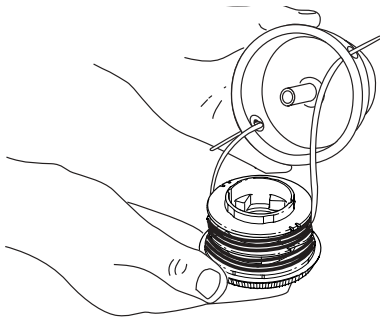

Figure 22
3. Inserte los extremos de la línea de corte del nuevo carrete interior dentro de los ojajillos de la bobina exterior (Fig. 22). Coloque el nuevo carrete interior con la flecha hacia arriba dentro de la bobina exterior.
3. Saque el carrete interior con la línea existente de la bobina exterior (Fig. 22).